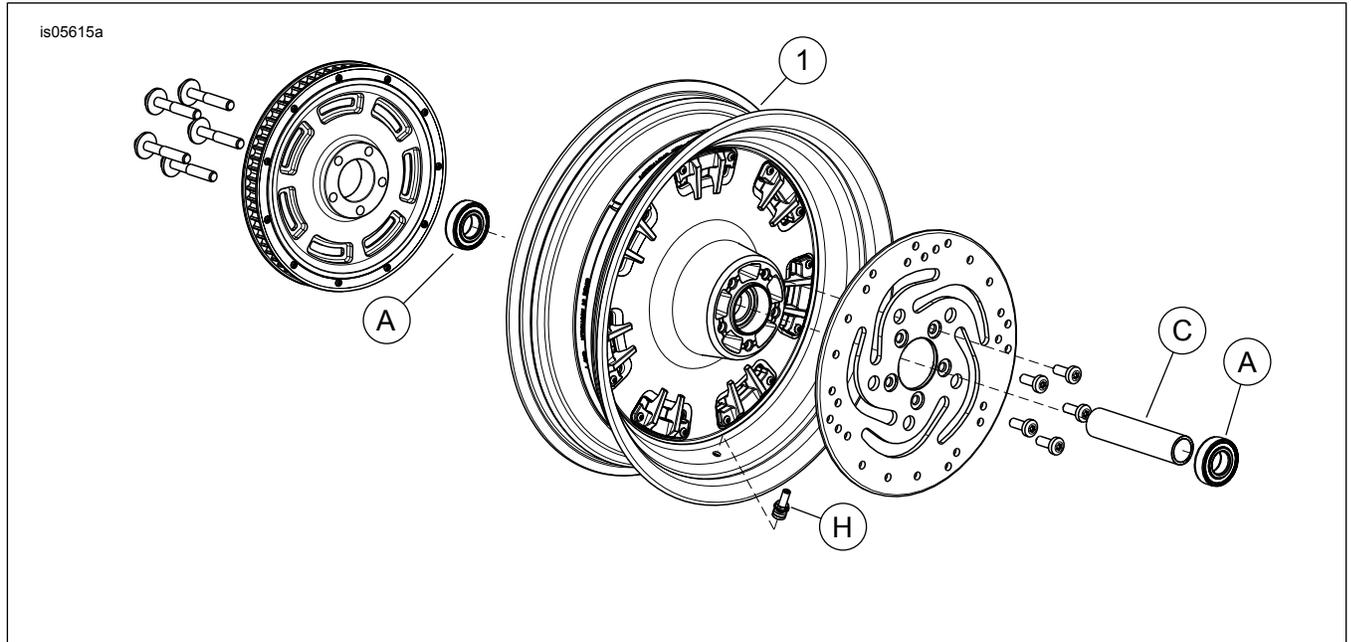

Abbildung 1. Ersatzteile: „Fang“-Hinterrad
2. Siehe Abbildung 1. Die Ventilschaft-Baugruppe (H) am Rad anbringen. Siehe Werkstatthandbuch.